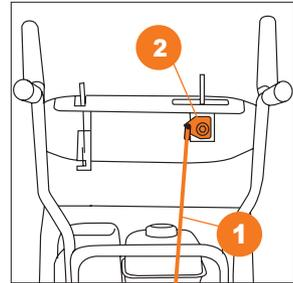

Рис. 10
- Подсоедините штангу рычага выбора передач **1** к кронштейну рукоятки панели управления и зафиксируйте шплинтом **2** (Рис. 10).